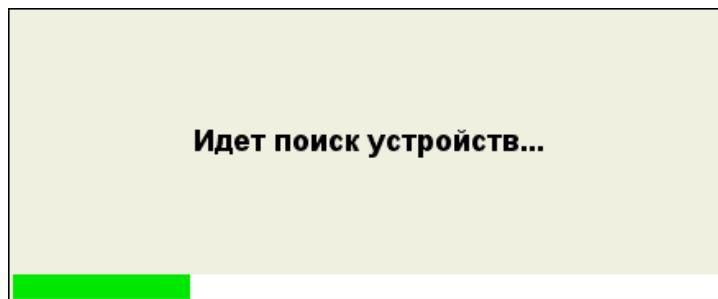

Рисунок 36
- откроется информационное окно (рисунок 36).